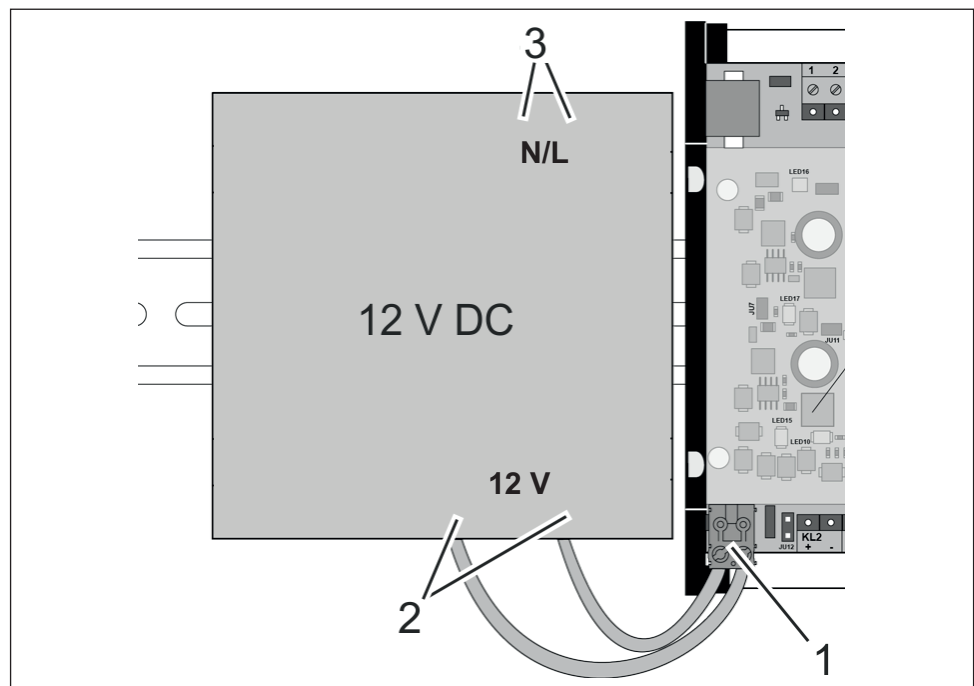

Fig. 11: Collegamento tra alimentatore (esemplificativo) e collegamento
4. Collegare il morsetto 1 del controllore (Fig. 11/1) alla tensione in uscita da 12 V dell'alimentatore (Fig. 11/2).
5. Collegare l'entrata della tensione di rete dell'alimentatore (Fig. 11/3) all'alimentazione in opera.